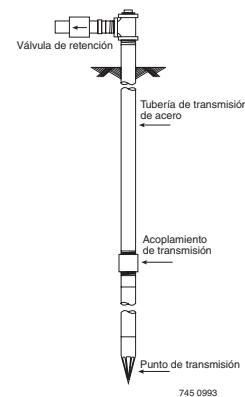

FIGURA 2 - INSTALACIÓN DE PUNTO DE DRENAGE
1. Conecte la tubería de succión al punto de drenaje (figura 2). Mantenga el recorrido de la tubería horizontal lo más corto
2. Para facilitar el cebado con la instalación del sistema well point, instale una válvula de retención como muestra la figura 2. Verifique que la flecha de flujo de la válvula de retención señale hacia la bomba.